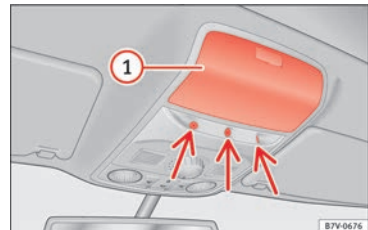

Abb. 133 In der Dachkonsole: Sensoren der Innenraumüberwachung.
Ablagefach » **Abb. 133** ① in der Dachkonsole schließen, da sonst die Funktion der Innenraumüberwachung (Pfeile) nicht uneingeschränkt gewährleistet ist.